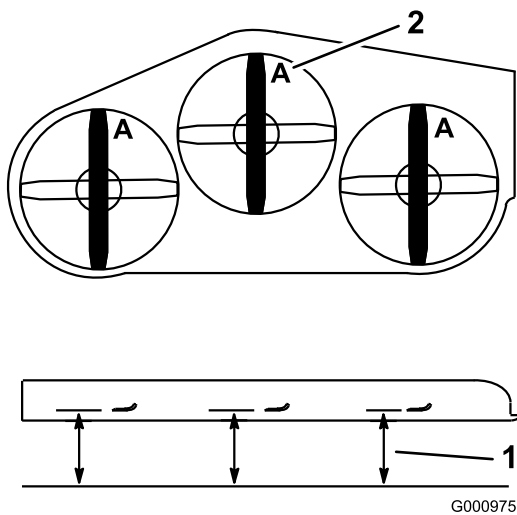

Bild 95
- Drehen Sie die Schnittmesser, bis die Enden nach vorne und hinten gerichtet sind (Bild 95). Messen Sie von einer ebenen Fläche bis zu den Schnittkante (Position A) der Messer (Bild 95). Notieren Sie diesen Wert.